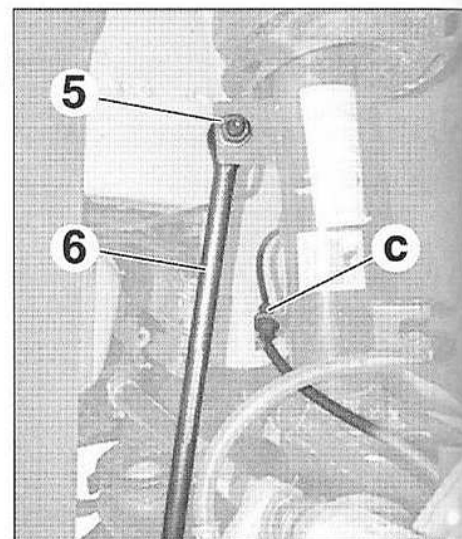

FIG.6
- Dégrafer le faisceau électrique en (c) (Fig.6).
- Déposer l'écrou (5).
- Ecarter la biellette de suspension (6).